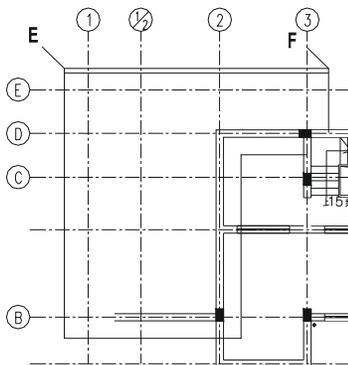

图 9-2-17
## STEP 08 使用绘制直线命令 LINE，绘制瓦檐如图 9-2-17 所示，其具体操作步骤如下：
指定第一点： // 单击图 9-2-17 所示的 E 点
指定下一点或 [放弃 (U)]： // 单击图 9-2-17 所示的 F 点